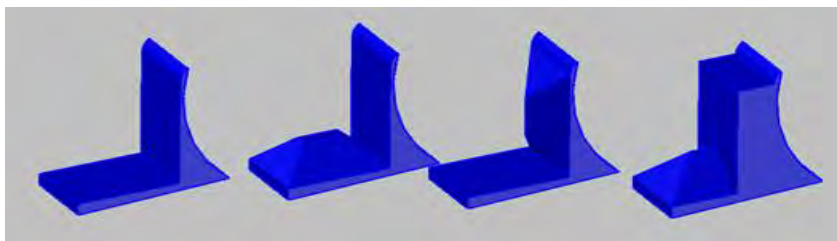

Рис. 3.14. К упражнению 22
**Упражнение 22.** Произвести выдавливание созданных в упражнении 21 полукруглых зон на верхней поверхности параллелепипеда (рис. 3.14, а).
Создать показанную на рис. 3.14, б фигуру произвольных размеров.